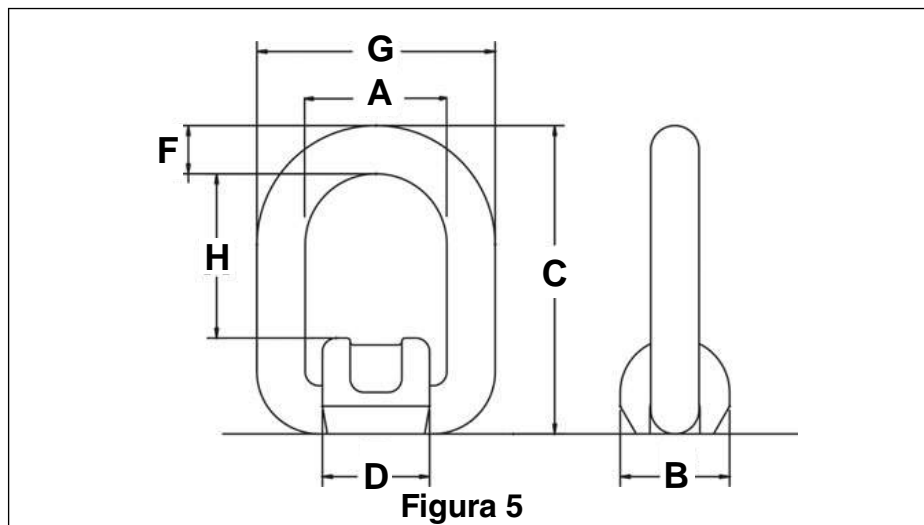

Figura 5
- E. Suelde la longitud total de "D" a ambos lados de la base del cáncamo soldable (Figura 5).